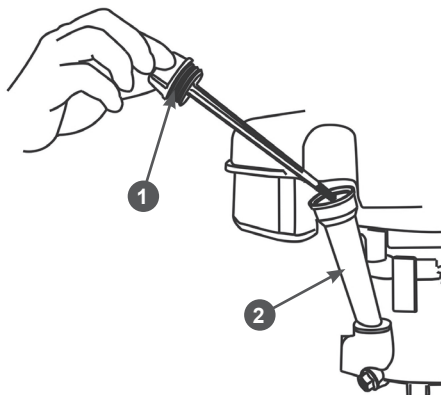

Рис. 14. Крышка-щуп маслозаливной горловины
2. Поверните крышку-щуп 1 маслозаливной горловины против часовой стрелки на 90 градусов (смотреть сверху) и извлеките щуп (Рис. 14).
2. Поверните крышку-щуп 1 маслосазливной горловины против часовой стрелки на 90 градусов (смотреть сверху) и извлеките щуп (Рис. 14).